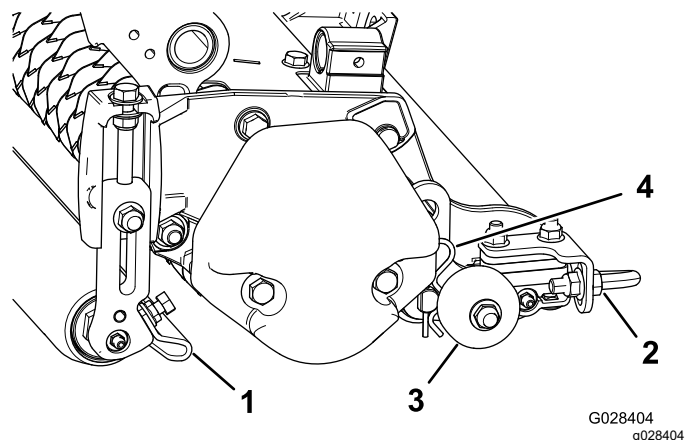

Рисунок 11
1. Ослабьте гайки с буртиками, которые крепят скребки роликов (Рисунок 11).
**Внимание:** Перед тем, как опустить вертикальный режущий барабан на пол в мастерской или извлечь его из тягового блока, опустите ведущие ролики (Рисунок 11), чтобы обеспечить отсутствие контакта ножей с твердой поверхностью.